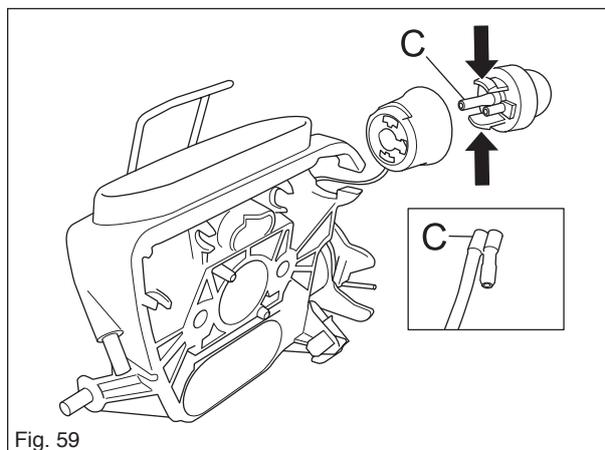

Fig. 59
2. Desserrer le tuyau d'aspiration C et le tuyau de retour de la pompe à carburant, voir figure 59.
1. Fixer la pompe à carburant au support de filtre, voir figure 59.